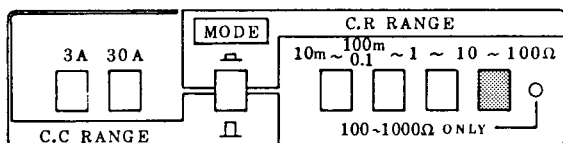

図2-5-2
- (2) 図2-5-2のように、10～100Ωのレンジのみ10倍でき、100～1000Ωレンジの発光ダイオードが点灯します。